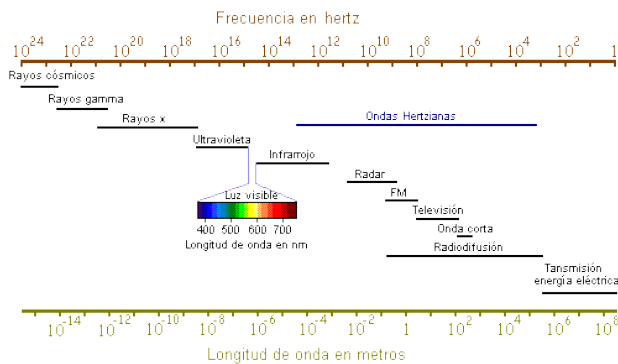

Figura 1. Espectro Electromagnético [1]
**2.2 Espectro Electromagnético:** Es un conjunto de ondas electromagnéticas clasificadas según su longitud y frecuencia como se muestra en la Figura 1.